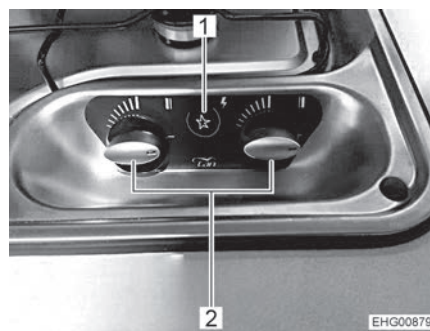

Bild 180 Bedienelemente für Gasko-
- Drehregler (Bild 180,2) der gewünschten Brennstelle auf Zündposition (große Flamme) drehen.
- Druckschalter (Bild 180,1) drücken. Am Brenner werden Zündfunken erzeugt.